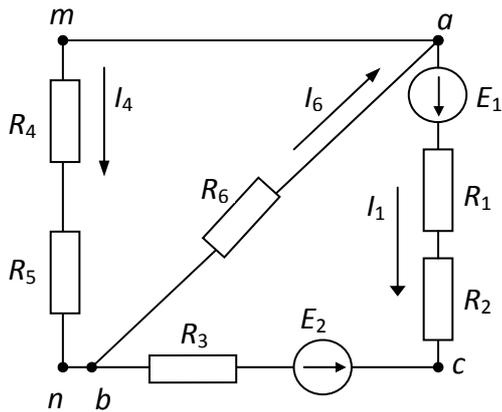

Рис. 1.1. Схема цепи
**Закон Ома.** Этот закон применяется для ветви или для одноконтурной замкнутой цепи (не имеющей разветвлений). При написании закона Ома следует, прежде всего, выбрать произвольно некоторое условно-положительное направление тока. Для ветви, состоящей только из резисторов и не содержащей ЭДС (например, для ветви  $mn$ , рис. 1.1), при положительном направлении тока от точки  $m$  к точке  $n$  применяется **закон Ома для участка цепи**:
Для ветви электрической цепи, содержащей ЭДС и резисторы (например, для ветви  $acb$ , рис. 1.1):
Приняв токи, направленные от узла, условно положительными, а направленные к нему – отрицательными, для узла  $a$  схемы рис. 1.1 уравнение первого закона Кирхгофа примет вид:
Для записи второго закона Кирхгофа произвольно выбирают направление обхода контура. При записи левой части равенства со знаком «+» берутся падения напряжения на тех резисторах, в которых выбранное положительное направление тока совпадает с направлением обхода (независимо от направления ЭДС в этих ветвях), а со знаком «–» берутся падения напряжения на тех резисторах, в которых положительное направление тока противоположно направлению обхода. При записи правой части равенства положительными принимаются ЭДС, направления которых совпадают с выбранными направлениями обхода контура (независимо от направления тока, протекающего через них), и отрицательными, когда направления ЭДС не совпадают с выбранными направлениями обхода контура. Законы Кирхгофа должны выполняться для любого момента времени. Для внешнего контура электрической цепи (рис. 1.1) при его обходе от точки  $a$  по часовой стрелке второй закон Кирхгофа примет вид: